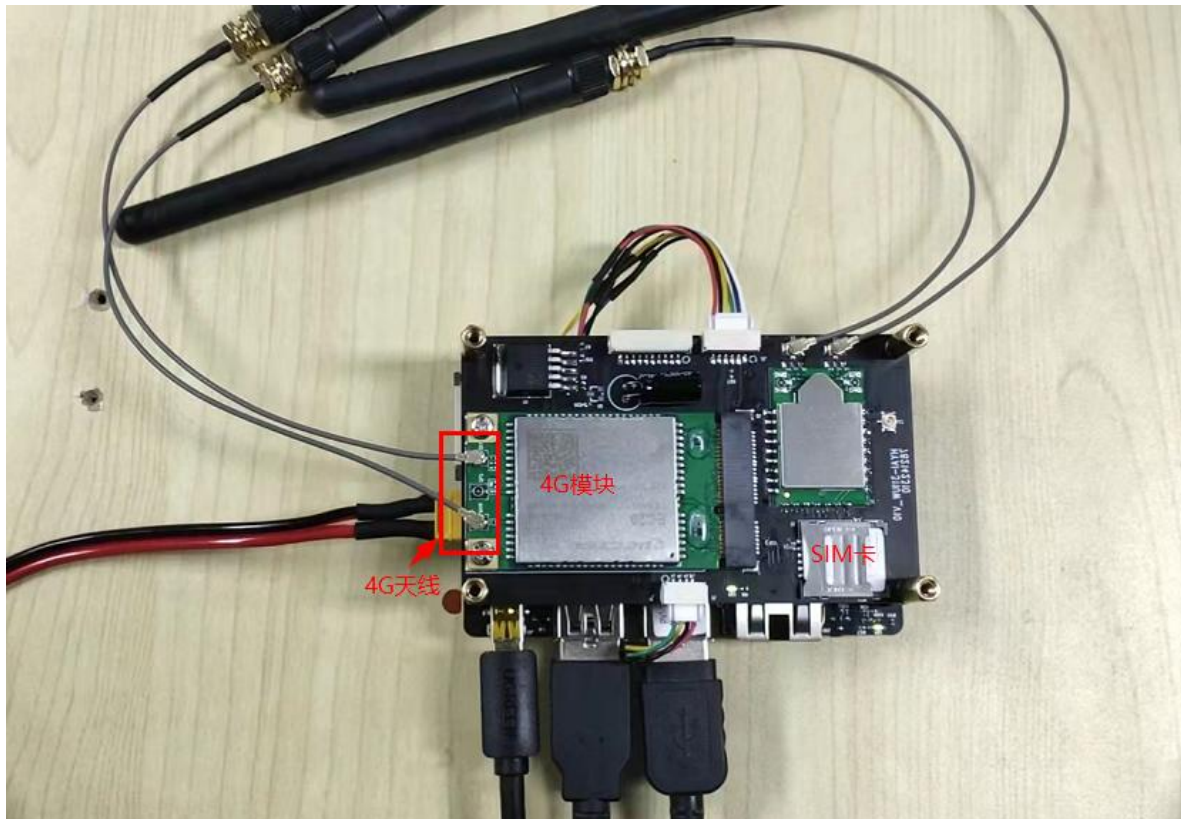

图 3-33
- 1) 将 HYAI-311UW 扩展板插入 4G 模块（EC20），并连接 4G 天线，插入 SIM 卡，如图 3-33